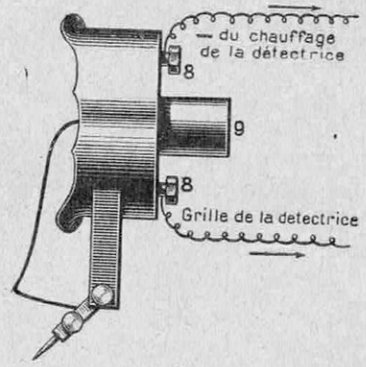

FIG. 2. — VUE DE COTÉ DU PICK-UP
Pour l'utiliser, il ne reste qu'à fixer l'écouteur au bras acoustique d'un quelconque phonographe au moyen d'un petit raccord de laiton ou de cuivre (fig. 2) (9) qui s'engage, à frottement dur, dans le tube. On réunit enfin les bornes (8) de l'écouteur, l'une au — du chauffage de la détectrice d'un poste de T. S. F., l'autre à la grille de la même lampe. Et, nous assure notre correspondant, le résultat est extrêmement satisfaisant. Si tous les matériaux employés ont été judicieusement choisis, l'ensemble du pick-up est suffisamment léger pour ne point demander un trop considérable travail au moteur mécanique du phonographe. Il suffit de retoucher légèrement le frein dans le sens de l'augmentation de vitesse.